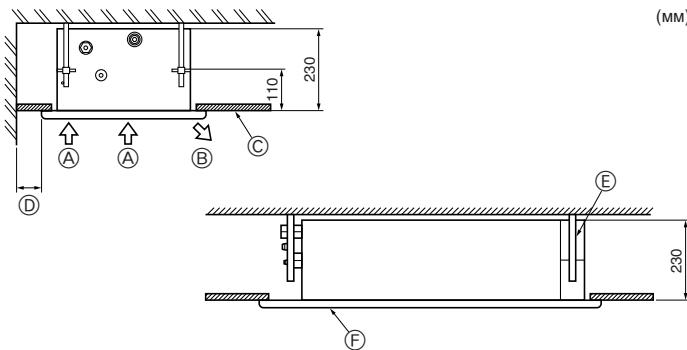

Fig. 2-2
2.2. Сервисное пространство (Fig. 2-2)